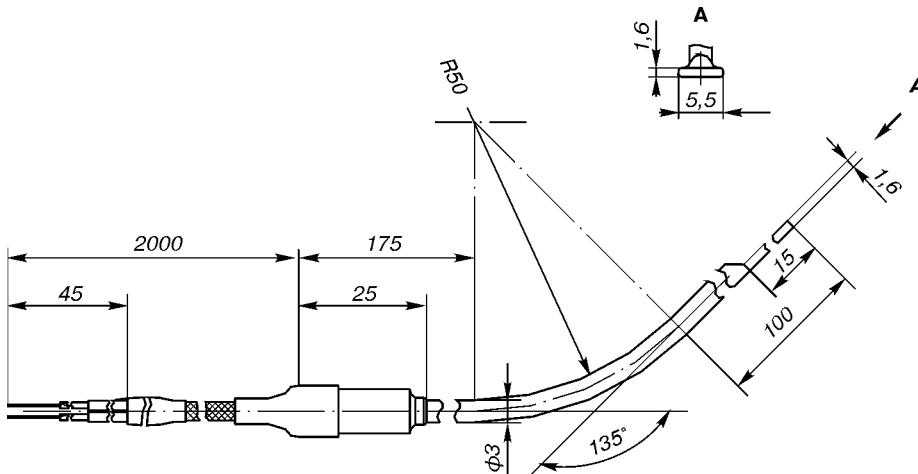

Рис.14.
Назначение: преобразователи термоэлектрические **TXK Метран-232 по рис. 14** предназначены для измерения температуры различных поверхностей, например, для измерения температуры поверхности брони доменной печи.
- 14 по рис.14 (только для TXK Метран-232)